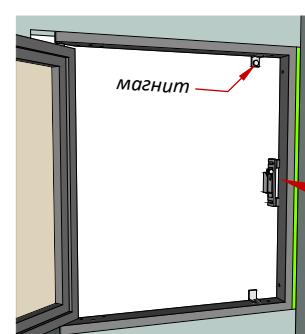

Рис. 14
- 4) Отодвиньте платформу с замком вглубь, чтобы замок не касался створки во время укладки плитки (Рис.14).
- 5) На один стопорный уголок прикрепите неодимовый магнит (Рис.14) и утопите уголок с магнитом так, чтобы от магнита до створки было 1-3 мм, он будет удерживать створку люка в момент укладки плитки. Затем отрегулируйте второй стопорный уголок таким образом, чтобы не нарушалась плоскость створки люка со стеной.